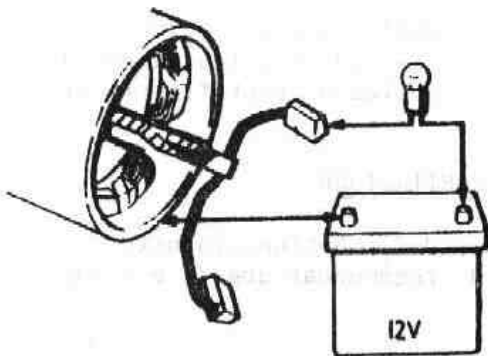

Fig. N2-21 Comprobación de continuidad de las bobinas inductoras
- 3.3.1. Conectar una lámpara de prueba alimentada por una batería de 12 voltios, entre cada una de las escobillas por turno y una parte limpia de la armadura (Fig. N2-21). La lámpara deberá encenderse, si no lo hiciera, - montar un conjunto de bobina reductora nueva.